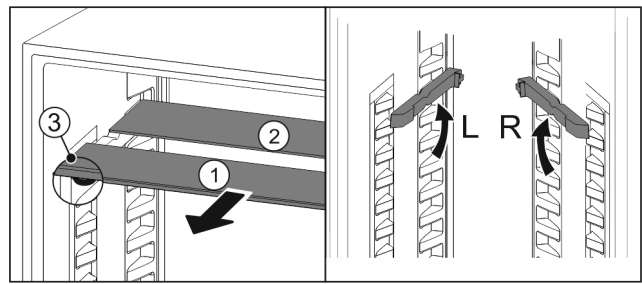

Fig. 86
- ▶ Retire las planchas de cristal individualmente hacia delante Fig. 86 (1).
- ▷ La placa de vidrio Fig. 86 (1) con moldura está situada delante.
- ▷ Los topes Fig. 86 (3) miran hacia abajo.